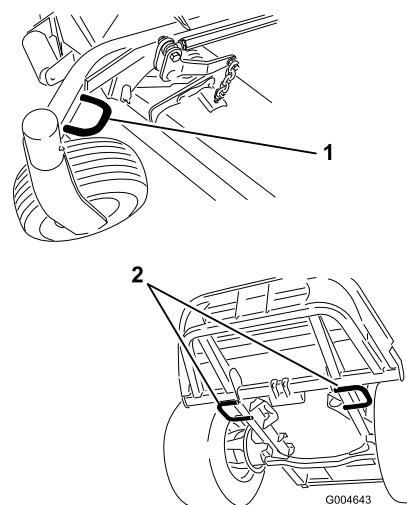

Figura 39
- Sujete la máquina firmemente al remolque o al camión con cadenas, correas, cables o cuerdas, según lo estipulado en la normativa de tráfico local (Figura 39).